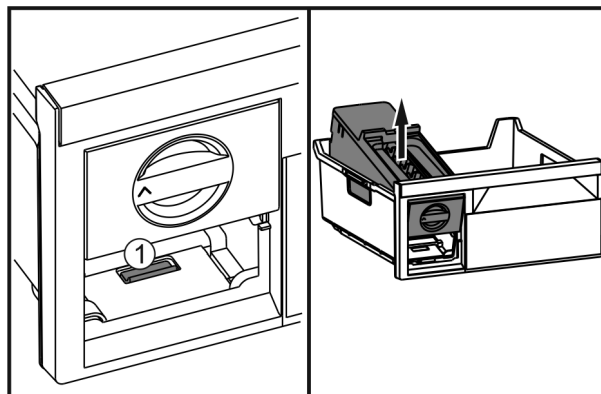

Fig. 47
- ▶ Premere la linguetta Fig. 47 (1), sollevare EasyTwist-Ice da dietro ed estrarlo dal cassetto del congelatore.